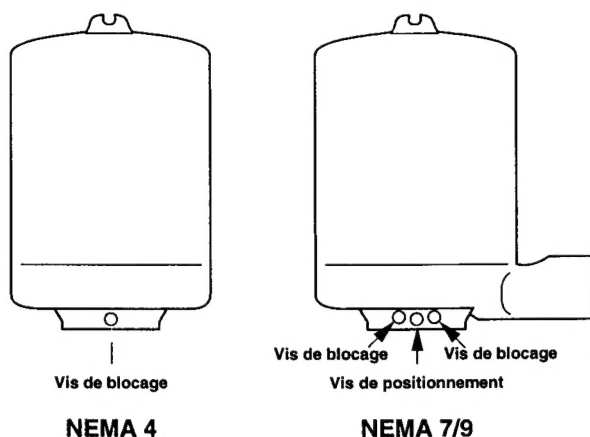

Figure 4
1. Desserrer la (les) vis de blocage à la base du boîtier de commutateur. Voir **figure 4**.
14. Faire pivoter le boîtier du commutateur dans la position voulue et resserrer la vis de blocage à la base du boîtier. Voir **figure 4**.